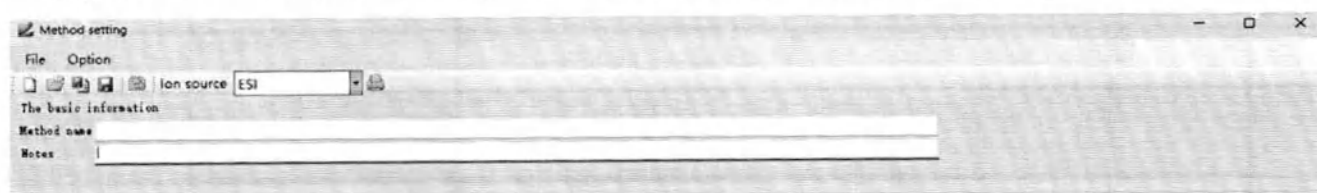

Рисунок 5.29. Интерфейс сохранения метода.
- ✓ Введите имя метода и причину изменения, а затем нажмите на иконку  («Сохранить»), чтобы сохранить. После сохранения импорт можно открыть по щелчку (рисунок 5.29.).